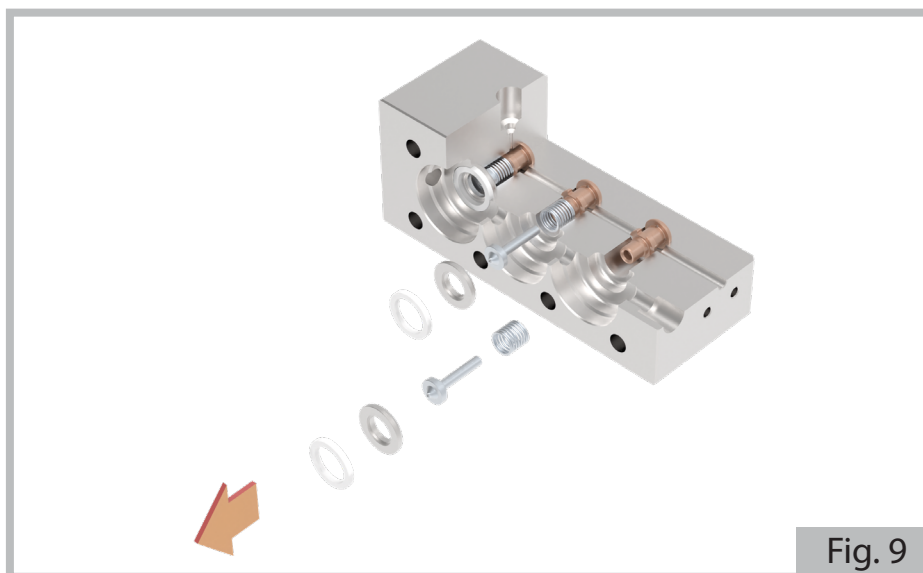

Fig. 9
d) Retirar las válvulas de envío, utilizando un extractor o un tornillo M8, prestando atención a no dañarlas. (Fig. 9 y 10).
Para el montaje de las partes, realizar en sentido inverso cuanto se ilustra en el párrafo DESMONTAJE PARTE HIDRÁULICA, respetando las secuencias ilustradas en las Figs. 9 y 10.